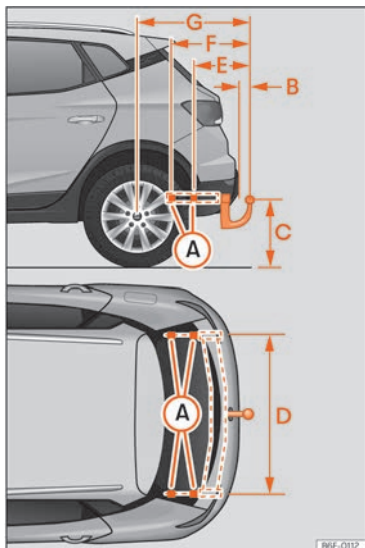

Fig. 154 Cotes i punts de fixació per al muntatge posterior d'un dispositiu de remolc.
La distància entre el centre del capçal esfèric i la calçada »» fig. 154 (C) no ha de ser mai inferior a la indicada. Això regeix també amb el vehicle a càrrega plena, incloent la càrrega vertical màxima tècnicament admissible sobre l'acoblament.